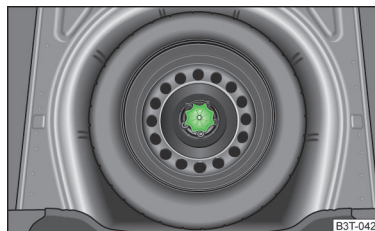

Abb. 143
Das Reserverad befindet sich in einer Mulde unter dem Bodenbelag im Gepäckraum und ist mit einer Spezialmutter befestigt » Abb. 143.
- Die Mutter » Abb. 143 entgegen dem Uhrzeigersinn herausschrauben.
- Die Mutter » Abb. 143 im Uhrzeigersinn einschrauben, bis das Rad sicher befestigt ist.